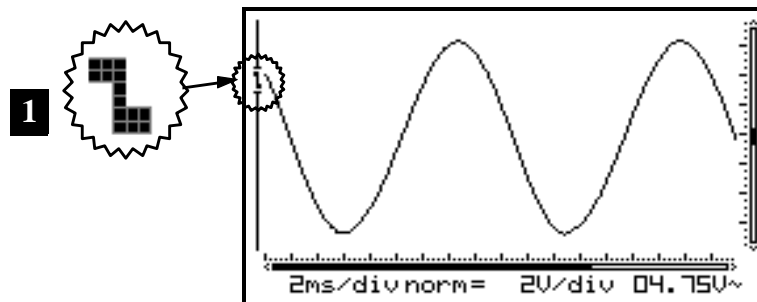

Fig 41
1. **Triggering op de stijgende flank v/h signaal:** Het scherm zal pas het signaal tonen als er een positieve flank 'gezien' wordt, d.w.z. dat het signaal van laag naar hoog moet veranderen om te triggeren. (Fig. 41)